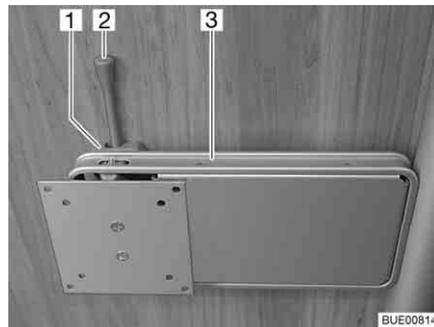

Fig. 71 Suporte em coluna
- Empurre a alavanca de destravar (Fig. 71,2) para o lado e rode o suporte (Fig. 71,3) com o ecrã plano para a posição pretendida.
- Rode o ecrã plano para trás, até o suporte (Fig. 71,3) encaixar no dispositivo de bloqueio (Fig. 71,1).